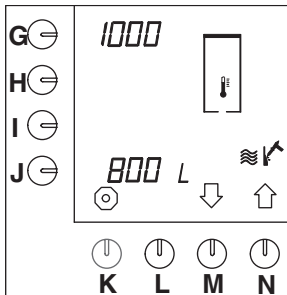

Fig. 51 Varmtvandssystemets afkalkningssignal
- Afkalkningssignalet til varmtvandssystemet er for alle typer indstillet til 1000 liter, se positionen ved siden af valgknappen (G.) i fig. 51 .
- Tryk på valgknappen (M.) ↓, indtil fig. 51 vises i displayet.